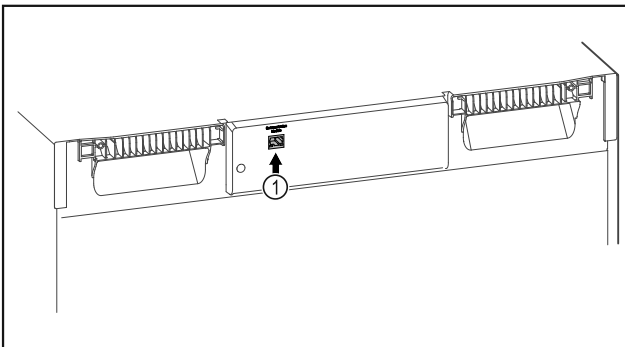

Fig. 71
- SmartModule Fig. 71 (1) se rabi.